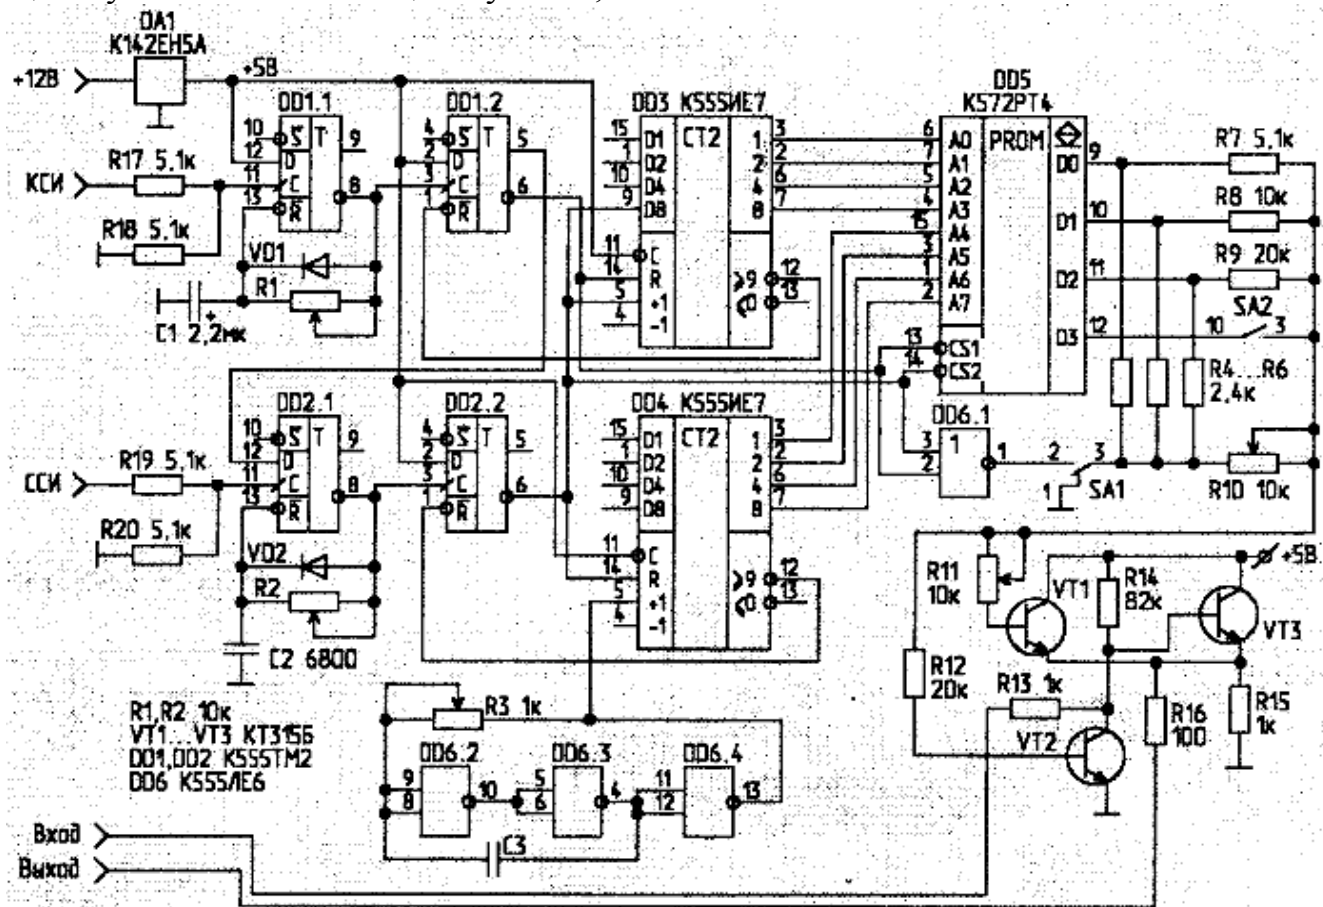

Рис. 4
7. Построить цепи схемы согласно рис. 4. Например, ввод цепи A1 выполняется этапами: ввести ширину проводников = 0,1 мм (Option >Current Wire) и после Place >Wire щелкнуть LB в точках – щелкнуть RB;